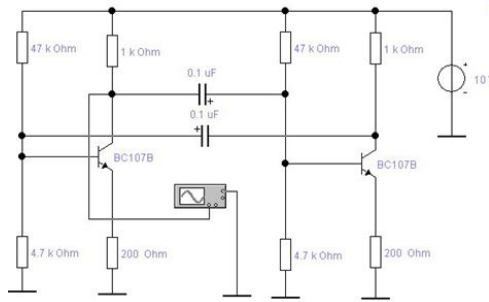
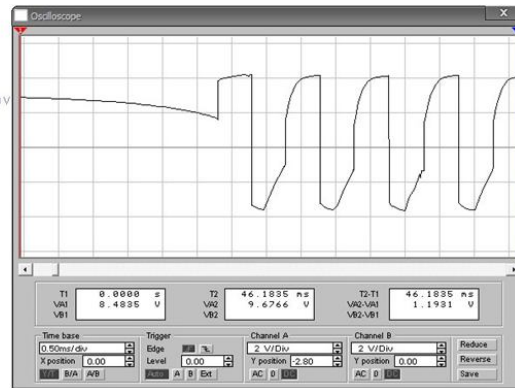

Рис. 1
Рис. 2
- 1.1. Соберите схему симметричного мультивибратора на дискретных элементах (рис. 1).
Частота колебаний такого генератора зависит от емкости конденсаторов  $C1$  и  $C2$  на рис. 1. Так как емкость конденсатора  $C1$  равна  $C2$ , то такой мультивибратор называется симметричным. Форма сигнала, которую мы получаем, исследуя мультивибратор, показана на рис. 2.